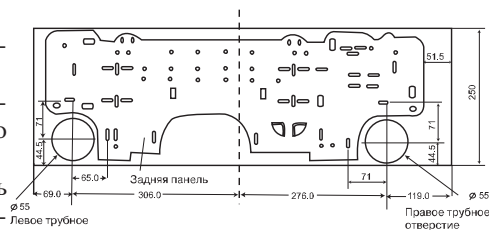

Рис. 1
1. Прodelайте трубное отверстие ( $\varnothing 55$ ) в стене с небольшим наклоном вниз в направлении внешней стороны. Центр отверстия должен определяться в соответствии с рис. 1.